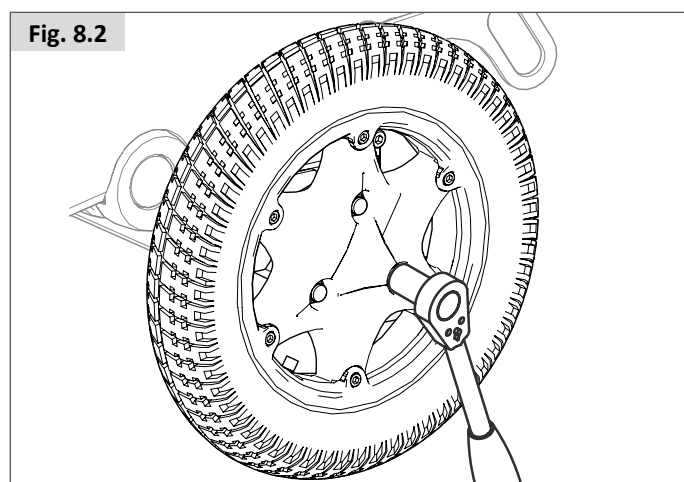

Fig. 8.2
- Utilice una tuerca de orejeta de teflón de 16 mm para aflojar los tres pasadores (Fig. 8.2).